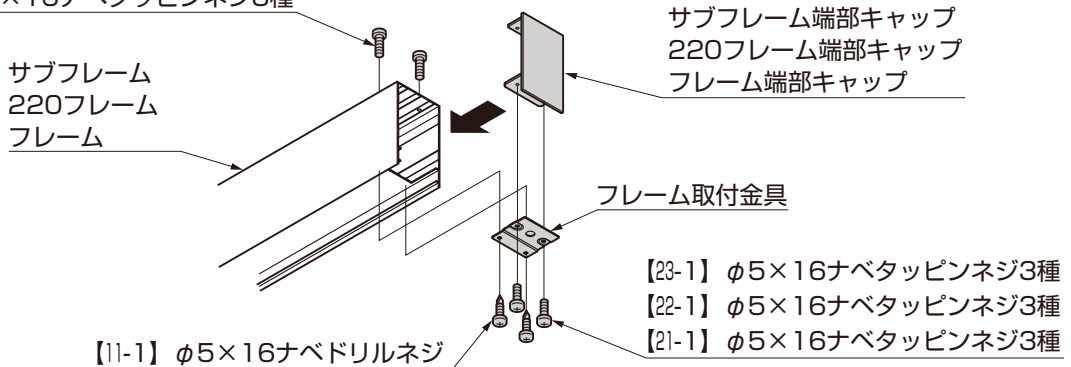

図12-1 端部キャップを取付ける場合
- ①図12-1を参照して端部キャップをフレームに固定してください。